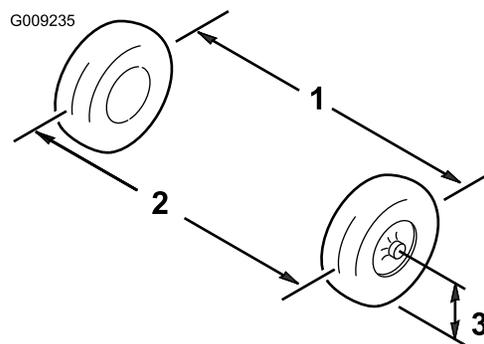

Рисунок 54
1. Измерьте расстояние между обеими передними шинами на уровне моста, с передней и задней стороны передних шин (Рисунок 54).